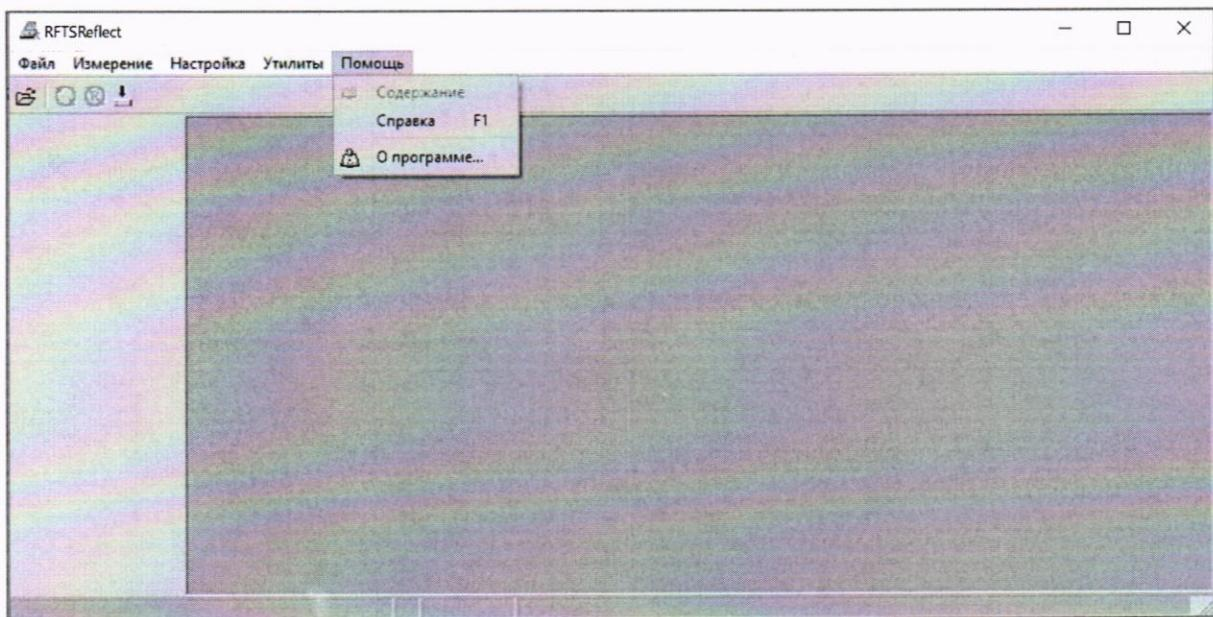

Рисунок 1
- выбрать пункт меню **[Помощь]**, а затем **[О программе...]** – см. рисунок 1.